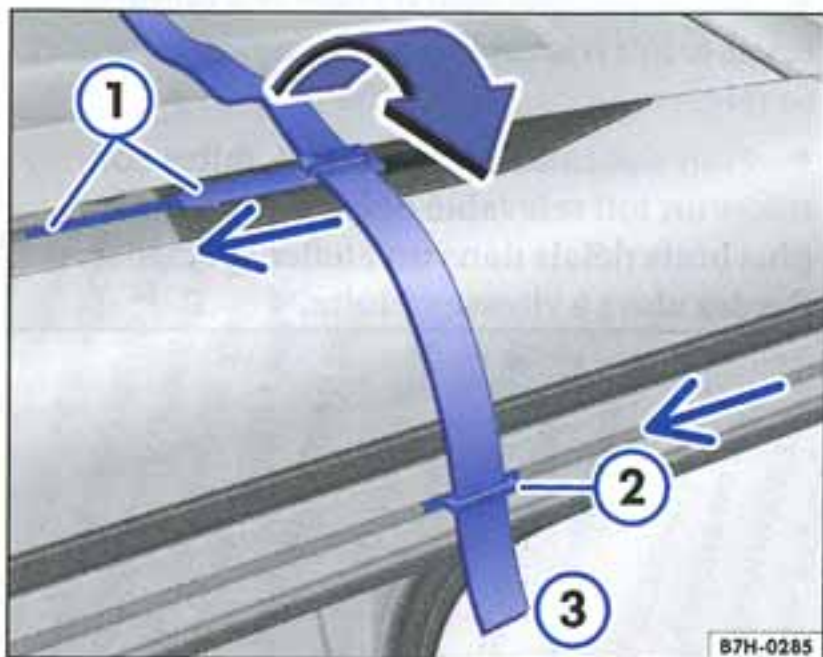
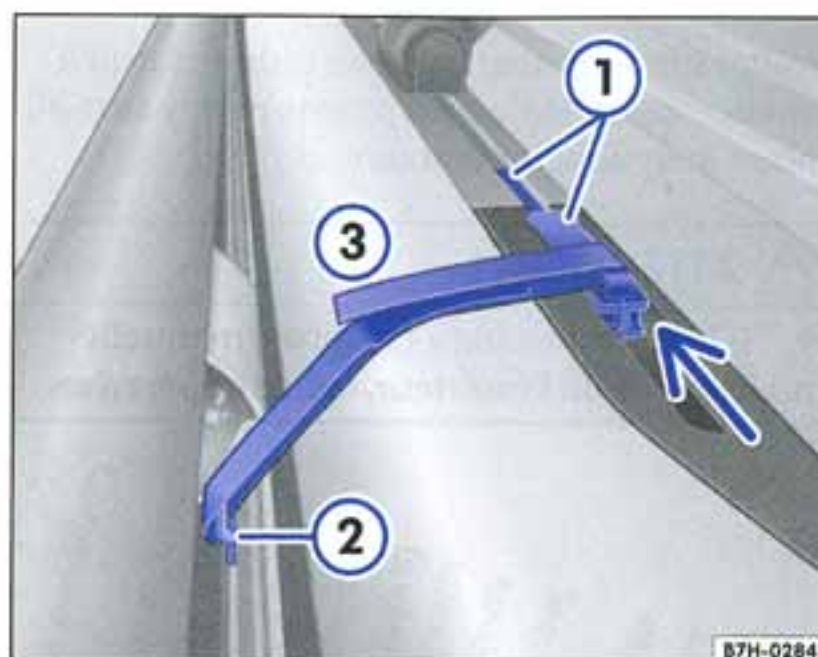

Fig. 12 Toit relevable : préparation du verrouillage d'urgence du toit relevable de l'extérieur (côté droit du véhicule)
Fig. 13 Toit relevable : verrouillage d'urgence complet avec bandes velcro (côté droit du véhicule)
- Insérez le rail long en plastique jusqu'en butée dans le rail en aluminium supérieur sur le cadre de pavillon, du côté droit du véhicule, en orientant l'extrémité pointue du rail long en plastique vers l'arrière du véhicule ⇒ **fig. 12** ①.
- Faites passer la bande velcro ⇒ **fig. 12** ③ dans la fente du rail court en plastique.
- Insérez le rail court en plastique dans le rail inférieur en aluminium sur le cadre de pavillon, du côté droit du véhicule, en l'orientant parallèlement au rail long en plastique ⇒ **fig. 12** ②. Si une marquise⁹⁾ a été montée sur le véhicule, insérez le rail court en plastique avec la bande velcro jusqu'à ce qu'il touche le support de marquise ⇒ **fig. 13** ②.
- Reliez fermement les deux extrémités de la bande velcro ③. ▶